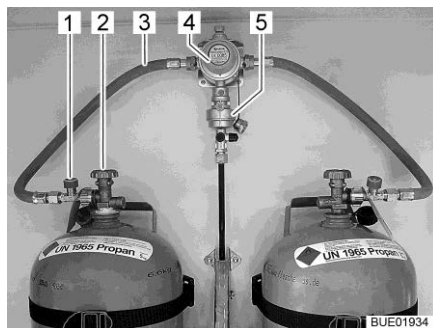
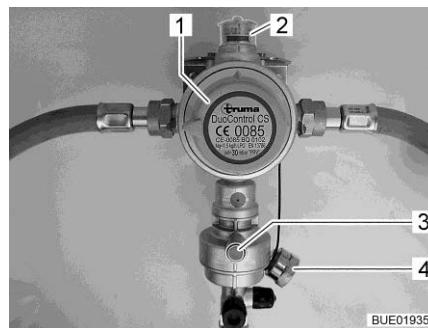

Fig. 103 Bombole del gas con DuoControl
Fig. 104 Impianto di regolazione DuoControl
L'impianto di regolazione DuoControl consiste in una valvola di commutazione (Fig. 103,4) e un sensore crash (Fig. 103,5). L'impianto di regolazione DuoControl è installato tra i tubi flessibili del gas (Fig. 103,3) con un dispositivo antirottura del tubo flessibile (Fig. 103,1). Con la manopola (Fig. 104,1) sulla valvola di commutazione è possibile stabilire quale delle bombole del gas viene utilizzata come bombola in uso e quale come bombola di riserva. Nella finestra di controllo (Fig. 104,2) viene visualizzato lo stato del rifornimento di gas:
Il funzionamento con una sola bombola del gas è consentito, ma in questi casi il collegamento aperto deve essere assolutamente chiuso con una copertura cieca (Fig. 104,4).
Il sensore crash blocca l'alimentazione del gas in caso di forti vibrazioni (es. incidente). Il sensore crash viene azionato mediante pressione del tasto reset verde (Fig. 104,3).
Il dispositivo antirottura del tubo flessibile (Fig. 103,1) blocca il flusso di gas quando il tubo flessibile collegato si rompe. Il dispositivo antirottura del tubo flessibile deve essere attivato premendo il tasto verde.
Tramite la centralina di controllo (Fig. 105) è possibile attivare e disattivare l'alimentazione del gas tramite l'impianto di regolazione DuoControl. Le valvole principali di arresto (Fig. 103,2) delle bombole del gas e i rubinetti di arresto del gas degli apparecchi devono essere aperti manualmente.
- Con la manopola (Fig. 104,1) sulla valvola di commutazione selezionare la bombola del gas, da cui proviene la principale alimentazione del gas (bombola in uso). Girare la manopola fino all'arresto.
- Aprire le valvole principali di arresto (Fig. 103,2) delle bombole del gas.
- Premere il tasto verde del dispositivo antirottura del tubo flessibile (Fig. 103,1). Nella finestra di controllo (Fig. 104,2) viene visualizzato il simbolo verde.
- Chiudere le valvole principali di arresto (Fig. 103,2) delle bombole del gas.
Se la spia di controllo verde (Fig. 105,6) si spegne durante il funzionamento e la spia di controllo rossa (Fig. 105,5) si accende, significa che la bombola in uso è vuota e deve essere sostituita. Nella finestra di controllo (Fig. 104,2) viene visualizzato il simbolo rosso. La bombola di riserva continua ad alimentare le utenze a gas.
- Ruotare di mezzo giro la manopola (Fig. 104,1) in direzione della bombola del gas utilizzata. In questo modo questa bombola del gas ora è la bombola in uso, mentre la bombola del gas vuota diventa la bombola di riserva. Il simbolo nella finestra di controllo (Fig. 104,2) passa da rosso a verde.
- Chiudere la valvola principale di arresto (Fig. 103,2) della bombola del gas vuota. Osservare la direzione della freccia.
- Premere il tasto verde del dispositivo antirottura del tubo flessibile (Fig. 103,1).